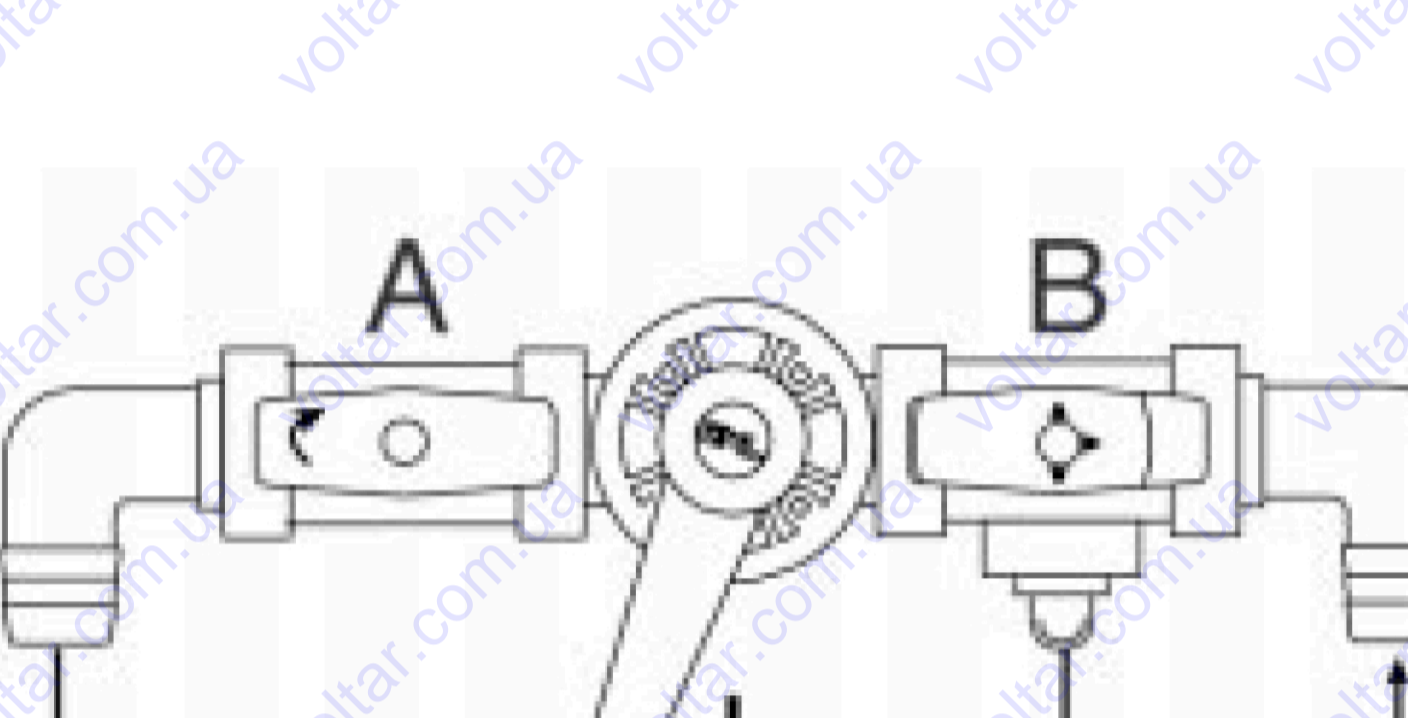

Fig. 7
- 1) Опорожнение оборудования: Направьте регулятор потока (I) на двойной клапан (A), откройте двойной клапан и вставьте тройной клапан как показано на рис. 7.